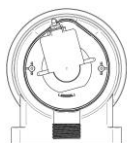

FIG.3
- Bagnare la guarnizione (8) con un pò d'acqua. Posizionate la pompa con una leggera inclinazione verso sinistra come indicato in Fig.3 in maniera tale da far combaciare le alette di aggancio presenti nel filtro con le relative sedi presenti nella pompa.